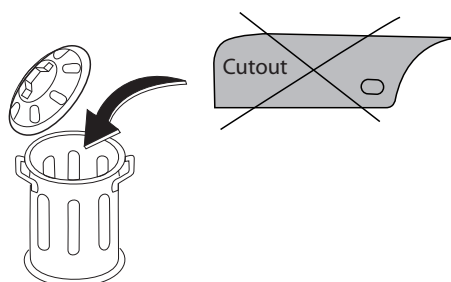

Fig.5
4. Saw out the indicated section in accordance with figure 5.
4. Gemäß Abb. 5 das angegebene Teil herausschneiden.